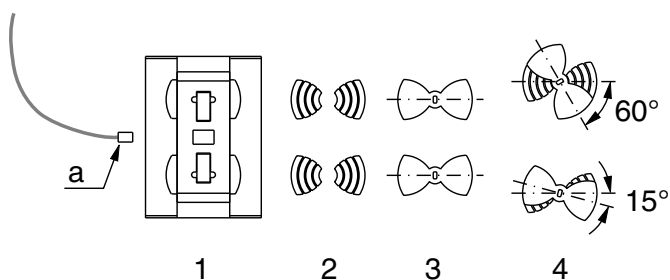

fig. 87
2. se dopo l'operazione di cui al punto 1 i servomotori sono inattivi dopo la riaccensione, spegnere il pannello e scollegare il cavo (a) posizionando le valvole come in fig. 87;